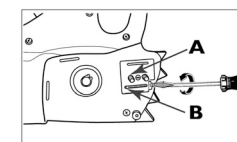

Fig. 3A
2. Gebruik een schroevendraaier of de moersleutel uit uw Gebruikerskit (indien meegeleverd) en draai de kettingspanschroef (A) zo ver als mogelijk is linksom of totdat lip (B) (beschermende vorktand) niet verder gaat (zie Fig. 3A).
2. Draai knop (B) tegen de wijzers van de klok in om de afdekking (A) te verwijderen (Fig. 3A).
1. Draai de moeren (J) zover los tot ze handvast zitten (zie Fig. 3A).